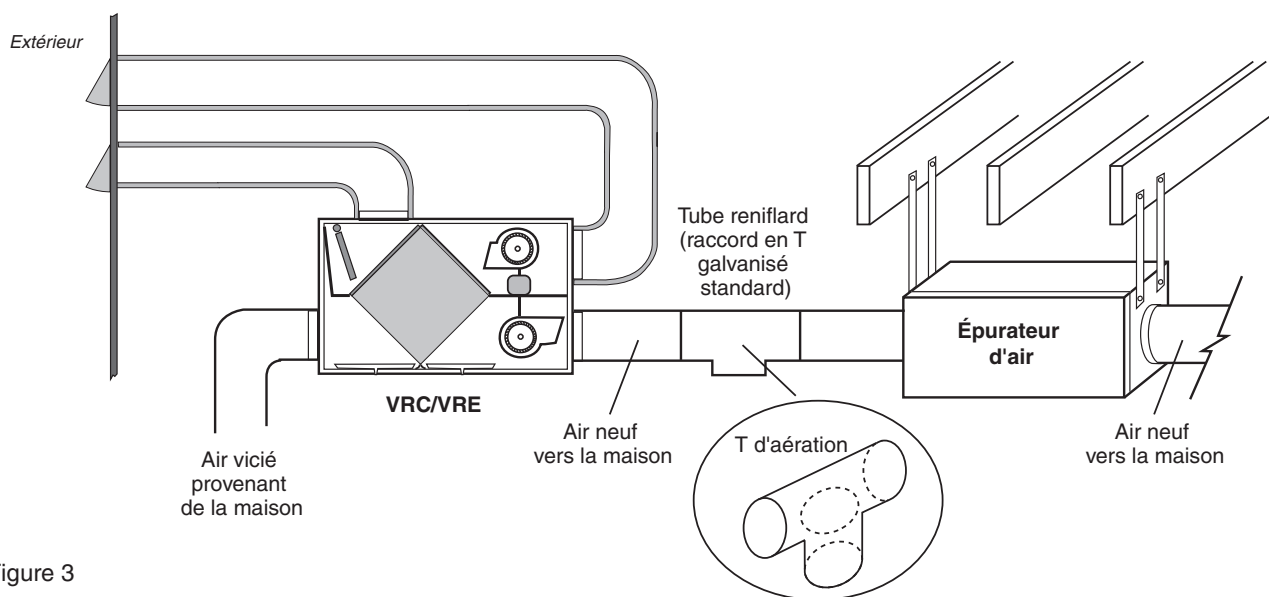

Figure 3
L'épurateur à PFT devrait être placé dans la canalisation principale de l'adduction d'air neuf vers la maison, après le ventilateur à récupération de chaleur (VRC) et avant toute canalisation secondaire (Fig. 3).
1. Pour une suspension verticale (Fig. 3), trouvez les boulons de montage (4) sur le côté du caisson de l'épurateur à PFT et ôtez-les.
1. Avec les huit (8) vis à tôle de 8/32 po x 3/8 po qui sont fournies, installez les deux (2) colliers de 7 po (fournis) sur le caisson de l'épurateur à PFT.
4. Sur les deux côtés de l'épurateur à PFT (Fig. 3), vous devrez utiliser une courte pièce (1 à 2 pieds) de gaine flexible. Vous réduirez ainsi la transmission de la vibration ou du bruit, le cas échéant.